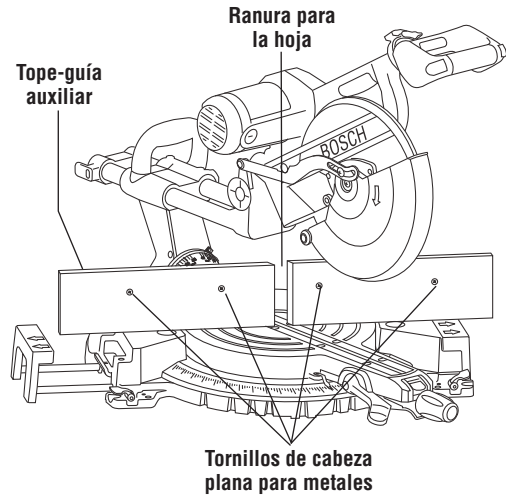

Figura 24. Tope-guía auxiliar
1. Coloque un pedazo de madera contra el tope-guía de la sierra para cortar ingletes (Figura 24). (La madera puede tener una altura máxima de 4-1/2". Compruebe que el ensamblaje del cabezal no interfiera con el tope-guía auxiliar.)